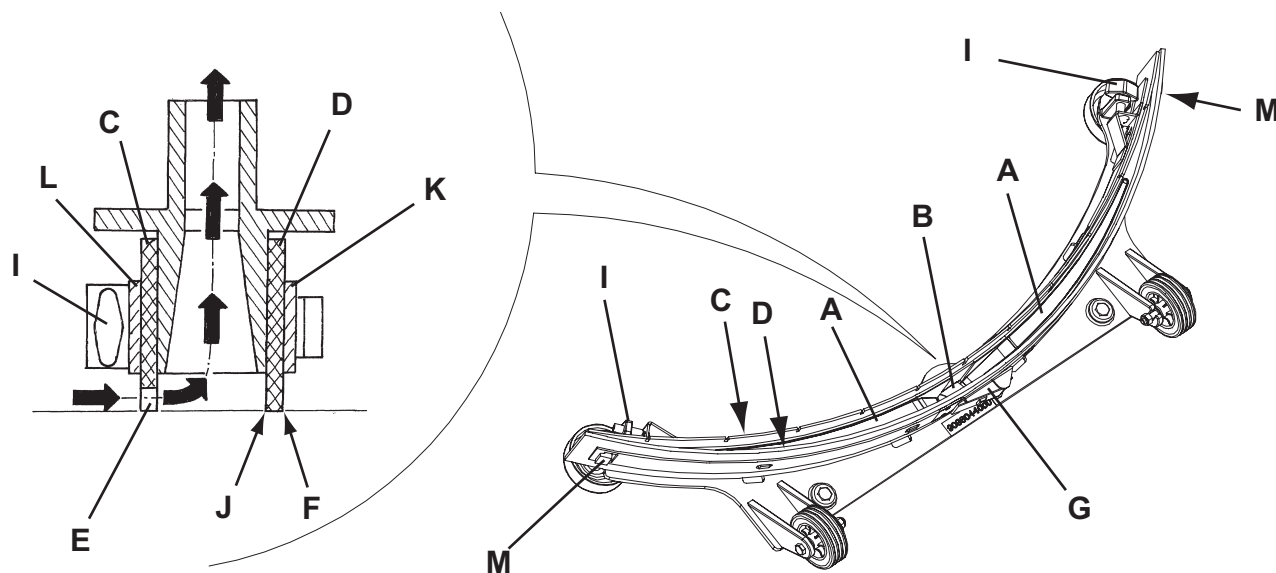

Рис. 5
1. Очистите швабру (рис. 5) как описано в предыдущем абзаце.
2. Проверьте, что кромка (Е, Рис. 5) переднего скребка (С) и кромка (F) заднего скребка (D) установлены на одном и том же уровне по всей длине; иначе отрегулируйте их высоту следующим образом:
- Освободите соединительную тягу (G) и освободите фиксаторы (M) и отрегулируйте задний скребок (D); затем зацепите фиксаторы и зацепите соединительную тягу.
- Ослабьте маховики (I) и отрегулируйте передний скребок (С); затем затяните маховики.
3. Проверьте передний (С) и задний скребки (D) на целостность, наличие порезов и разрывов; если необходимо замените их, как показано ниже. Проверьте, не изношен ли передний угол (J) заднего скребка; в противном случае переверните скребок, чтобы поменять местами изношенный угол с целым. Если и другие углы изношены, замените скребок в следующем порядке:
- Освободите соединительную тягу (G), отцепите фиксатор (M) и снимите стопорную планку (K), затем замените/ переверните задний скребок (D). Установите скребок, действуя в обратной последовательности.
- Отвинтите маховики (I) и снимите стопорную планку (L), затем замените передний скребок (С). Установите скребок, действуя в обратной последовательности.
4. Присоедините вакуумный шланг (15) от швабры.
5. Установите швабру (25) и закрутите маховики (26).
6. В случае необходимости отрегулируйте маховик регулировки швабры (27).